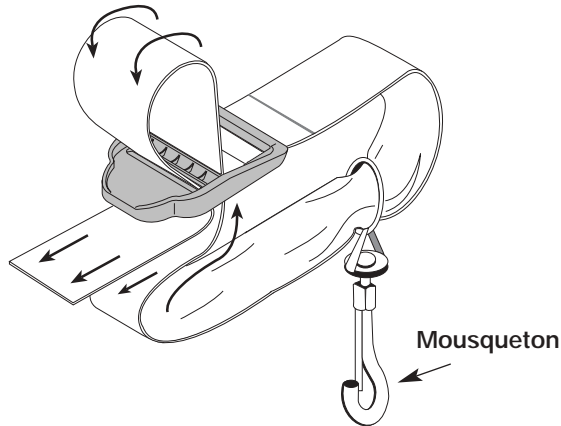

Fig. 6
2. Tirez la sangle et rabattez-la dans la fente de la boucle (Fig. 6).